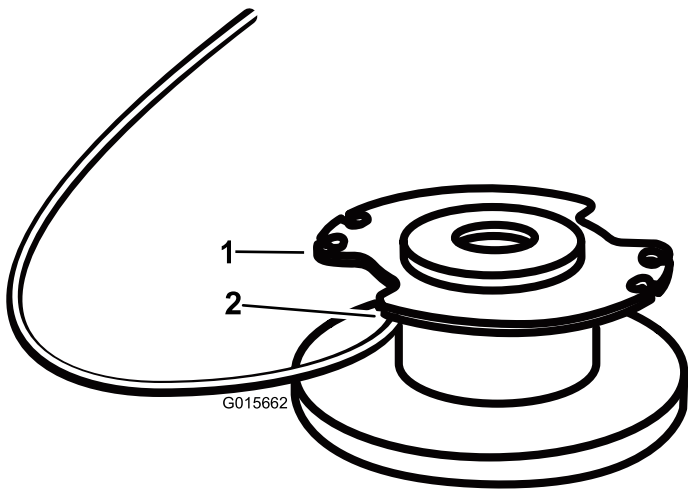

Figura 13
4. Inserte el hilo por el taladro de anclaje en la parte superior del carrete (Figura 13). Enrolle el hilo en el carrete en el sentido indicado por las flechas marcadas en el carrete.